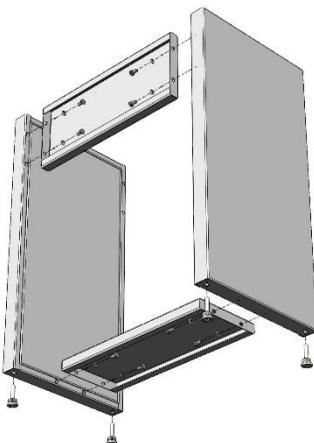

Рис. 1. Сборка каркаса
- 6.1. Установить в боковины каркаса регулируемые опоры (Рис. 1).
- 6.2. Соединить боковины с задней и нижней панелями каркаса, используя болты М8х16, шайбы-гроверы 8 и предусмотренные заклёпки-гайки М8 (Рис. 1).